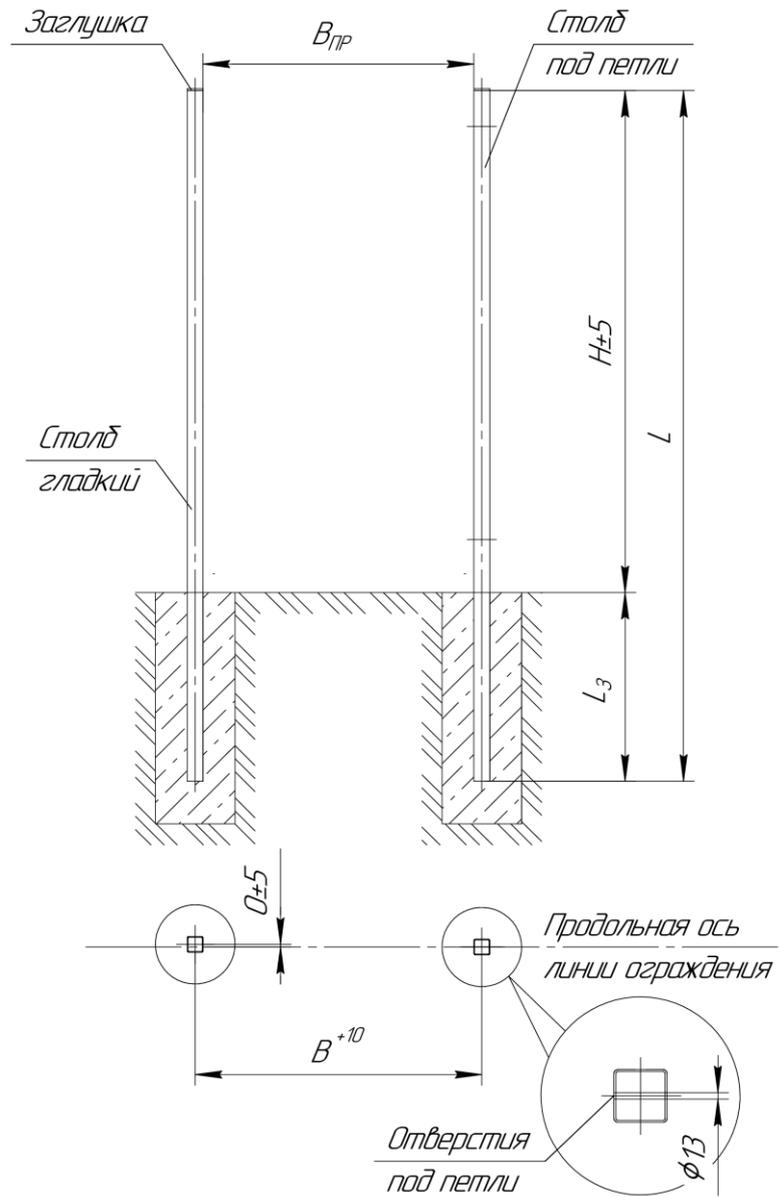

Рис. 2. Установка столбов
Установить столбы под бетонирование в проектное положение, учитывая сторону открывания калитки (правое или левое открывание), при этом столб под петли развернуть так, чтобы оси отверстий для установки петель были параллельно оси линии ограждения (рис. 2).
**ВНИМАНИЕ!** При бетонировании выдержать расстояния Впр, Н и Lз в соответствии с таблицей 2 и рис. 2.